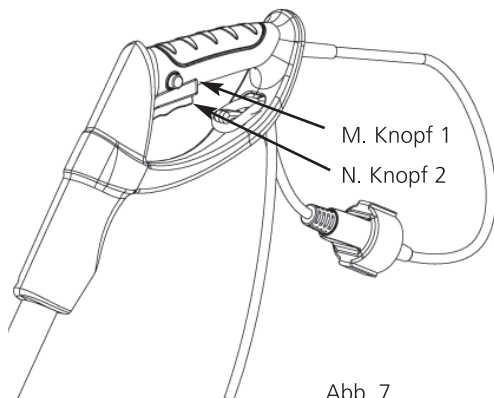

Abb. 7
Das Gerät schalten Sie ein, indem Sie zuerst Knopf 1 (M) und dann Knopf 2 (N) drücken. Während der Arbeit brauchen Sie nur Knopf 2 gedrückt zu halten, wie in Abb. 7 gezeigt.